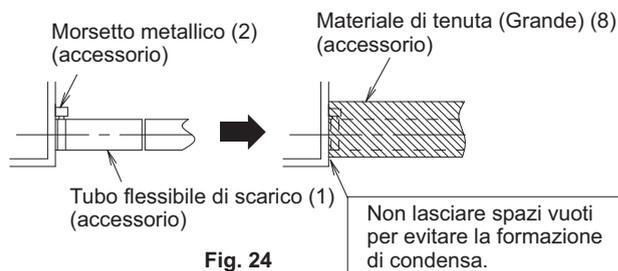
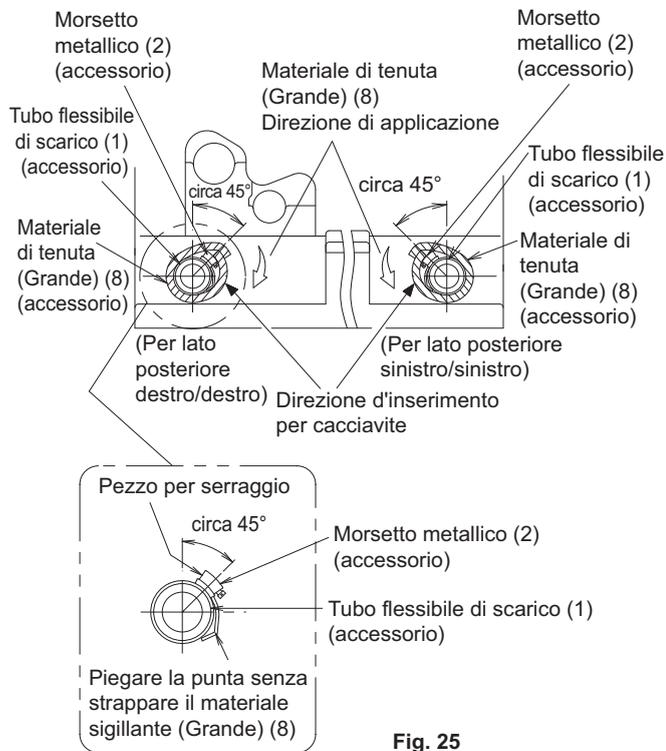

Fig. 24
Fig. 25
- Assicurarsi di utilizzare il tubo flessibile di scarico (1) e il morsetto metallico (2) forniti. Inoltre, inserire il tubo flessibile di scarico (1) all'inizio del bocchettone di scarico e stringere fermamente il morsetto metallico (2) all'inizio del bocchettone di scarico. (Fare riferimento alla Fig. 24 e alla Fig. 25) (Installare la fascetta metallica (2) in modo tale che il componente di serraggio si trovi in un'ampiezza di circa 45°, come illustrato in Fig. 25.) (Non unire il bocchettone di scarico e il tubo flessibile di scarico. Ciò potrebbe impedire la conduzione dei lavori di manutenzione e di ispezione dello scambiatore di calore e di altri dispositivi.)
- Curvare l'estremità del morsetto metallico (2) in modo tale che il materiale di tenuta non si gonfi. (Fare riferimento alla Fig. 25)
- Durante l'esecuzione delle operazioni di isolamento, avvolgere il materiale di tenuta grande (Grande) (8) fornito, iniziando dalla base della fascetta (2) e dal tubo flessibile di scarico (1) nella direzione della freccia. (Fare riferimento alla Fig. 24 e alla Fig. 25)